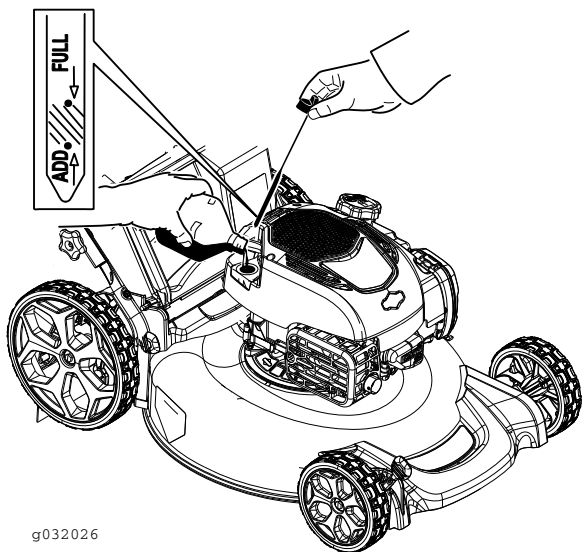

Figura 27
12. Retire la varilla y compruebe el nivel de aceite en la misma (Figura 27).